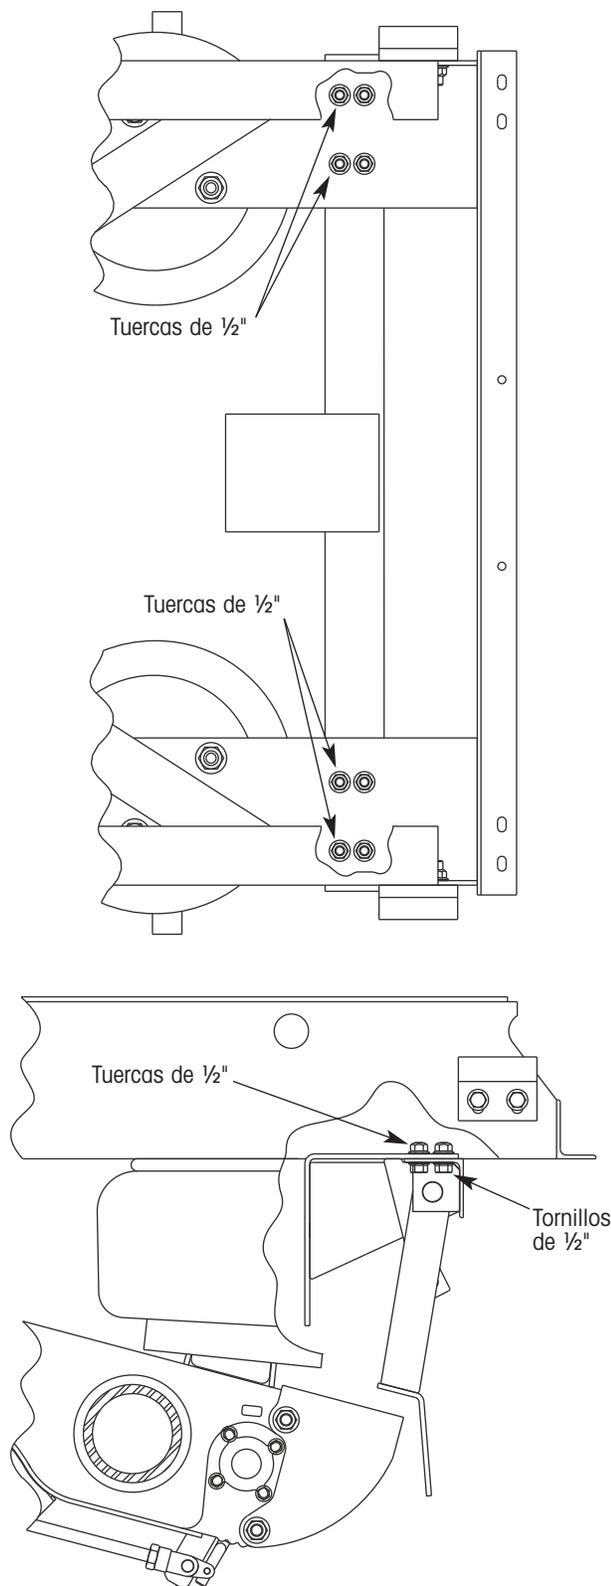

Figura 21. Detalles de sujeción del ensamble del brazo
1. Atornille el ensamble del brazo del SURELOK hacia el lado inferior del cuadro deslizante con las ocho tuercas y tornillos de  $\frac{1}{2}$  pulg. proporcionadas en el kit de instalación. Instale los tornillos de modo que la cabeza hexagonal este en el soporte de montaje del SURELOK y las tuercas estén en el patín del cuadro deslizante (figura 21). Apriete las tuercas a un torque de 90 a 110 pie lbs. (122 a 149 N•m).